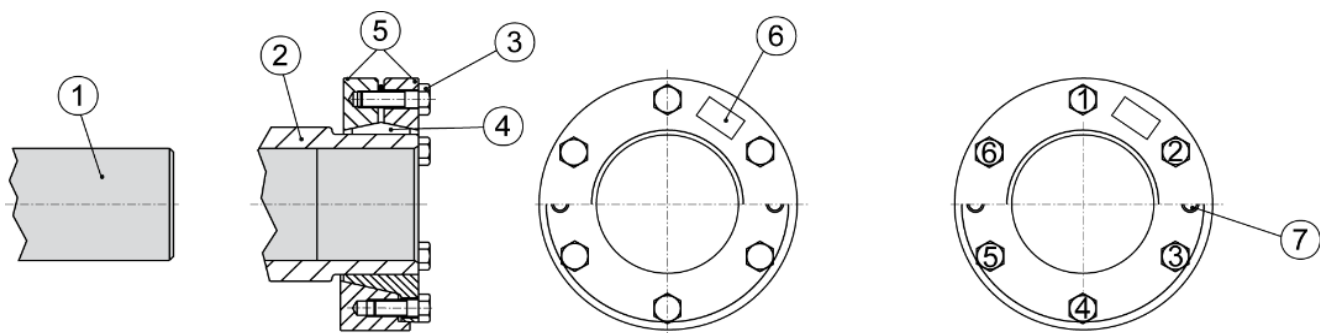

Figura 7 - Eixo vazado com disco de contração
- Aperte os parafusos de travamento (3) com um torquímetro até o torque de aperto (6) indicado no disco de contração. Após o aperto dos parafusos de travamento (3) deve haver uma folga uniforme entre os anéis externos (5). Se não for o caso o disco de contração tem que ser remontado. Alinhe os anéis externos do disco, ver figura 7.